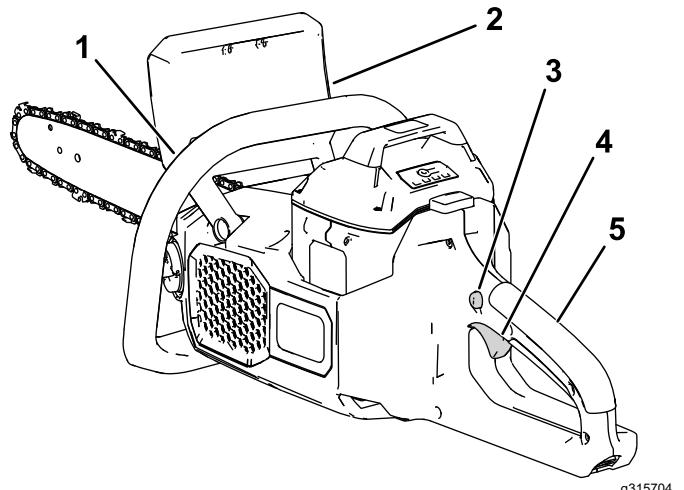

Figura 9
- Com a mão esquerda na pega frontal e a mão direita na pega traseira, pressione o bloqueio do gatilho e, em seguida, aperte o gatilho (Figura 9).